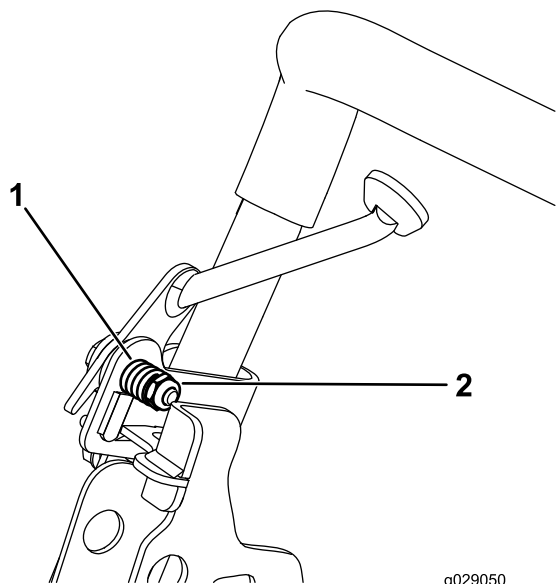

図 9
6. スロットルスプリングが完全につぶれるまでテンションナットを締め、そこから半回転戻してください。ハイアイドルにセットしたときにスロットルレバーが動かないことが必要。もし動く場合には、スロットルスプリングのナットを軽く締める 図 9。